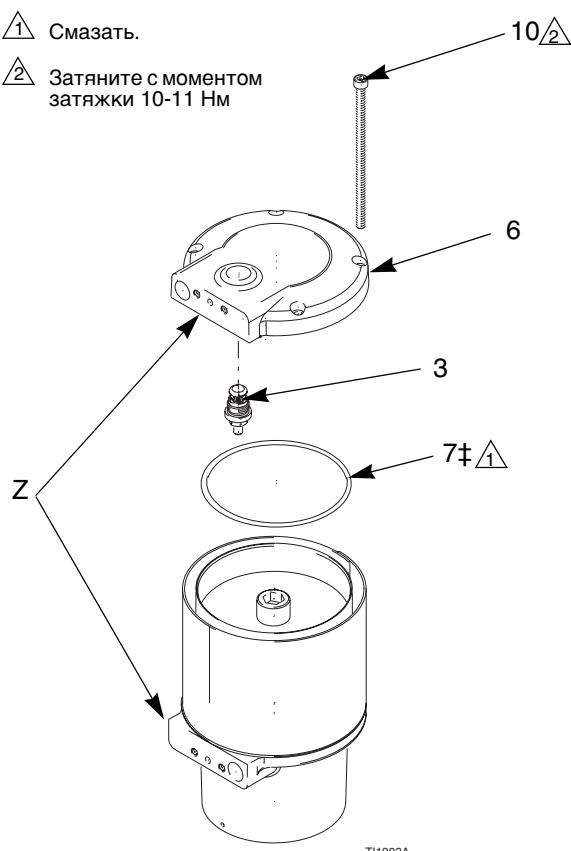

Рис. 8. Верхняя крышка
3. Снимите винты (10). Снимите верхнюю крышку (6) с пневматического двигателя. Переверните крышку и снимите вспомогательный клапан (3). Снимите кольцевое уплотнение (7). См. Рис. 8.
5. Установите кольцевое уплотнение (7†) и вспомогательный клапан (3) на внутреннюю поверхность верхней крышки (6). Смажьте кольцевое уплотнение. Установите верхнюю крышку (6), убедитесь, что отверстие воздушного клапана (Z) направлено в ту же сторону, что и отверстие основания. Затяните винты (10) усилием в 10-11 Нм. См. Рис. 8.